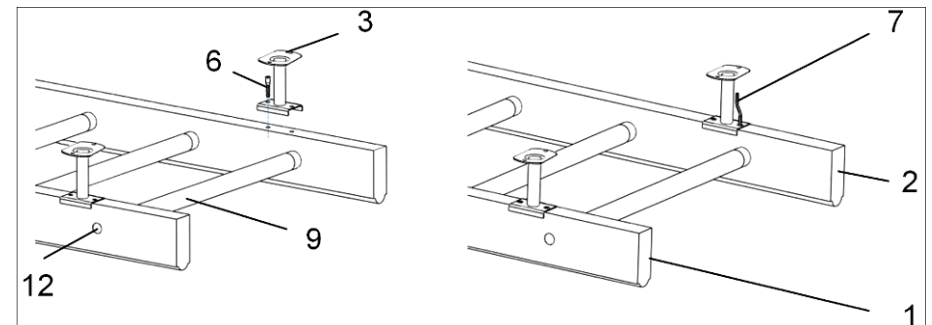

Рисунок 3
- 4.4. Установить пристенные крепежные кронштейны (№3) на стойки (№1, №2) и закрепить их конфирматами (№6) (рисунок 3).